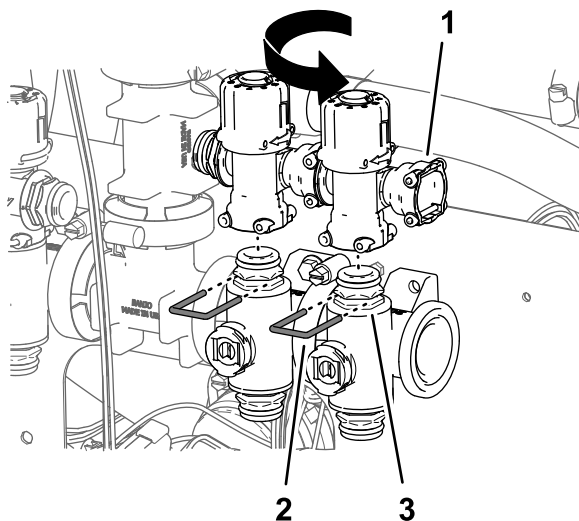

Figure 102
8. Répétez les opérations 5 à 7 pour les soupapes de dérivation des vannes de buses 6 et 7 (Figure 102).